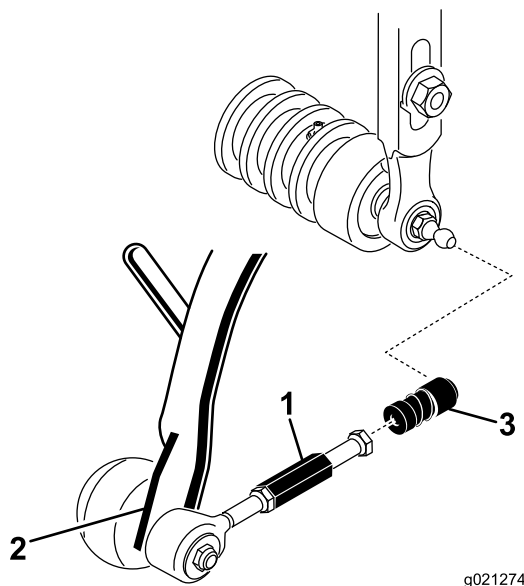

Figure 10
3. Repoussez le manchon sur chaque douille de rotule et accrochez la douille sur la rotule de l'unité de coupe (Figure 10).